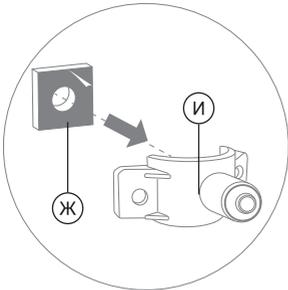

Рис. 8
2. Снимите с уплотнительной прокладки (Ж) защитную пленку. Приклейте прокладку с внутренней стороны хомута (И), одновременно совмещая отверстие в прокладке с выходным отверстием в хомуте (рис. 8).